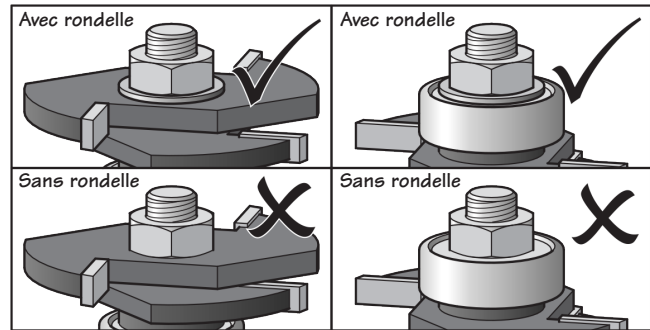

Figure 8 : Installation de l'écrou
4. Placez toujours une rondelle d'acier ou une cale noire sous l'écrou avant de l'installer. Voir la **figure 8**. Ne serrez jamais l'écrou directement contre un couteau, le guide à roulement à billes ou une cale en acier inoxydable.